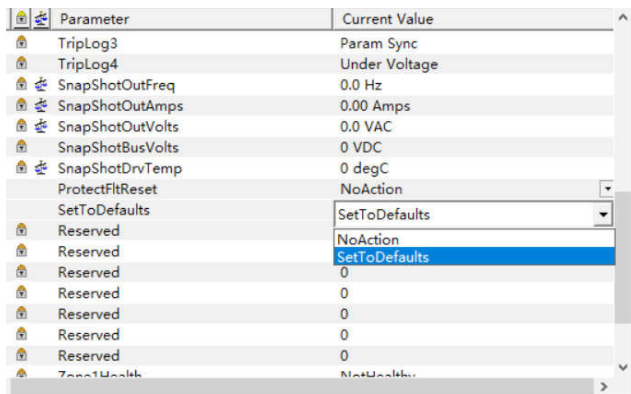

图5
2.2 将设置错误的ArmorStart配置文件恢复至出厂设置（如图5）